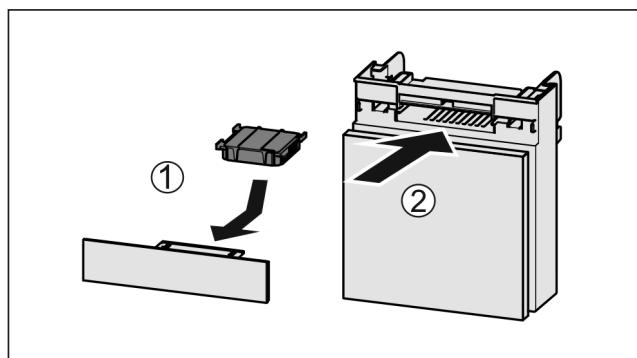

Fig. 95
- Вставити фільтр з активованого вугілля за малюнком Fig. 95 (1).
- Вставити відділення Fig. 95 (2).